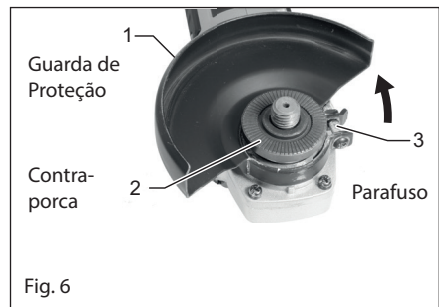

Fig. 6
Montar e Ajustar o Resguardo (Fig. 6 e 7)
2. Para instalar a guarda de proteção siga a fig. 6. Desaperte a contra-porca presente no eixo da rebarbadora, após soltar a contraporca coloque a guarda de proteção sobre o eixo e alinhe com o entalhe na caixa de rolamentos. De seguida, gire a guarda de proteção para o ângulo desejado de forma a proteger o utilizador durante o trabalho. Ver figura 7.